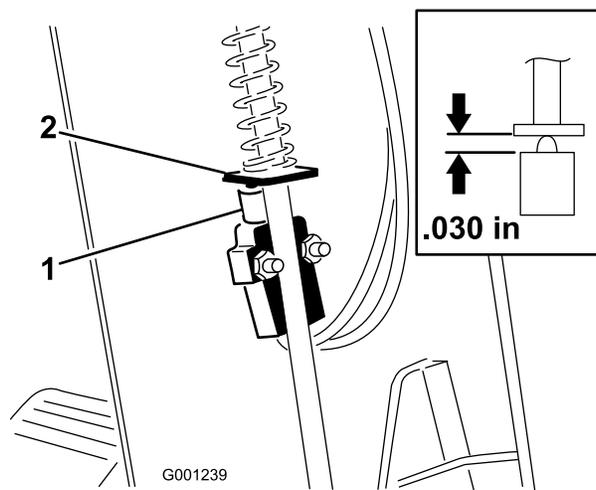

Figura 61
3. Alzate il copripiantone fino ad esporre l'interruttore del freno di stazionamento (Figura 61).
5. Allineate l'anello dell'asta del freno di stazionamento in relazione al pulsante dell'interruttore (Figura 61)
6. Premete l'asta del freno di stazionamento ed alzate l'interruttore finché la lunghezza compressa del pulsante dell'interruttore non è di 0,76 mm (Figura 61, inserto). Questa è la distanza tra l'anello dell'asta del freno e la sede del pulsante dell'interruttore.